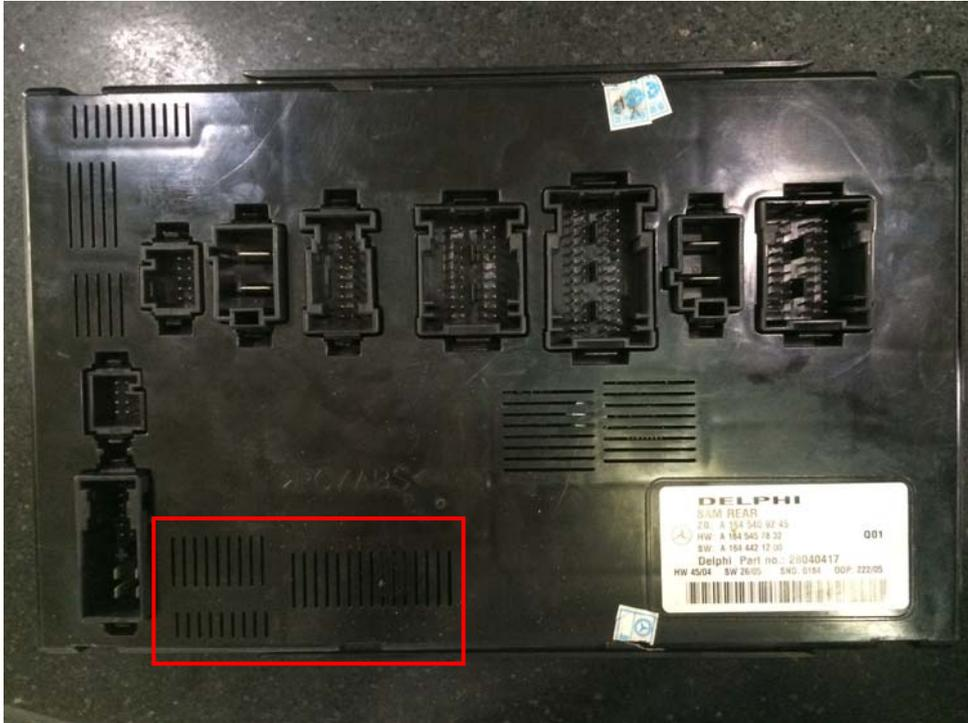
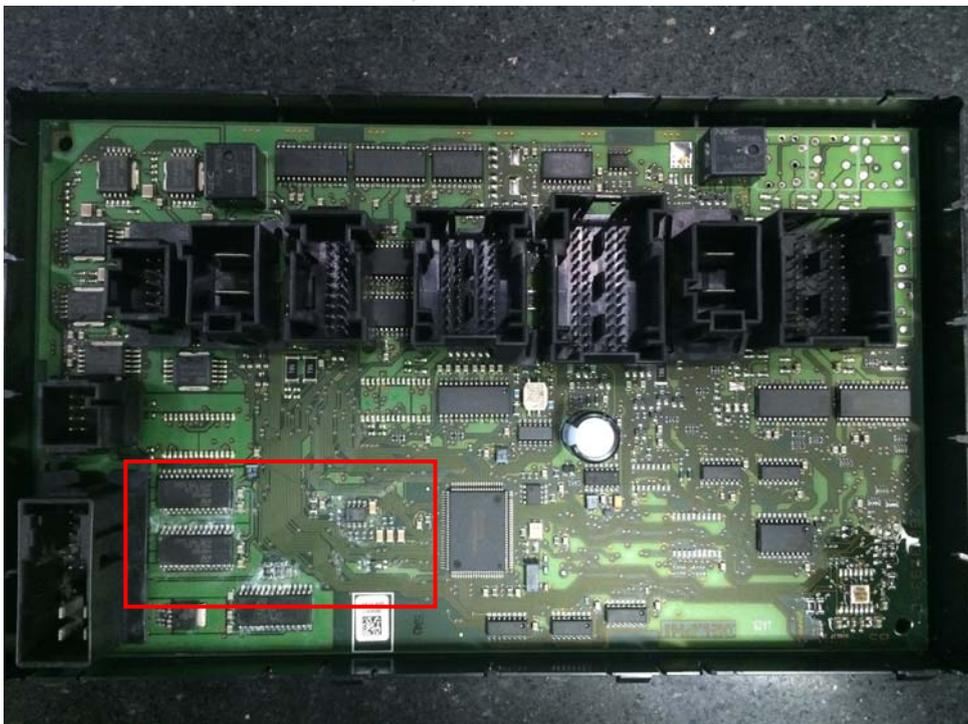
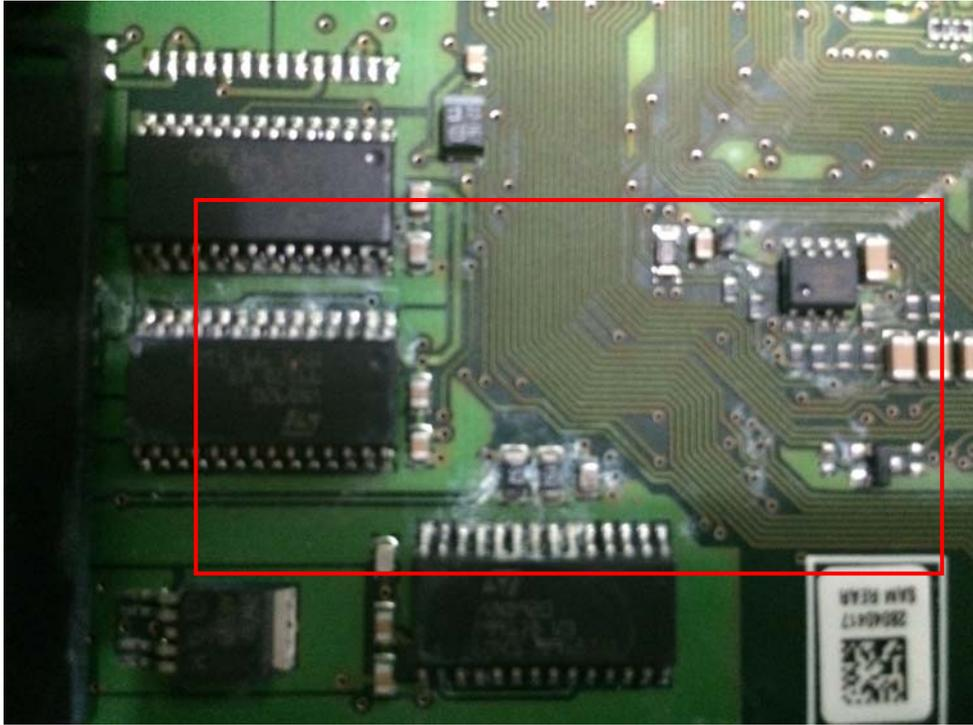

图 10 潮气从红包方框部位进入后 SAM 电脑内部。
图 11
图 12 注意红色方框内的电子元件已严重受潮，腐蚀。
- (1) 故障码较多。且对尾盖锁及转向灯进行动作测试出现“与汽车 ECU 通讯故障”。注:尾盖锁与转向灯均由后 SAM 控制。如后 SAM 无故障,一般动作测试可顺利完成。(2) 后 SAM 后备箱右侧右后尾灯下方区域,以前有过几个案例,由于右侧后尾灯与车体密封不好导致后 SAM 受潮失效的故障(根据经验,这是奔驰 ML350 故障通病)。为此,对后 SAM 进行拆检,ECU 模块如图 10、图 11 和图 12;